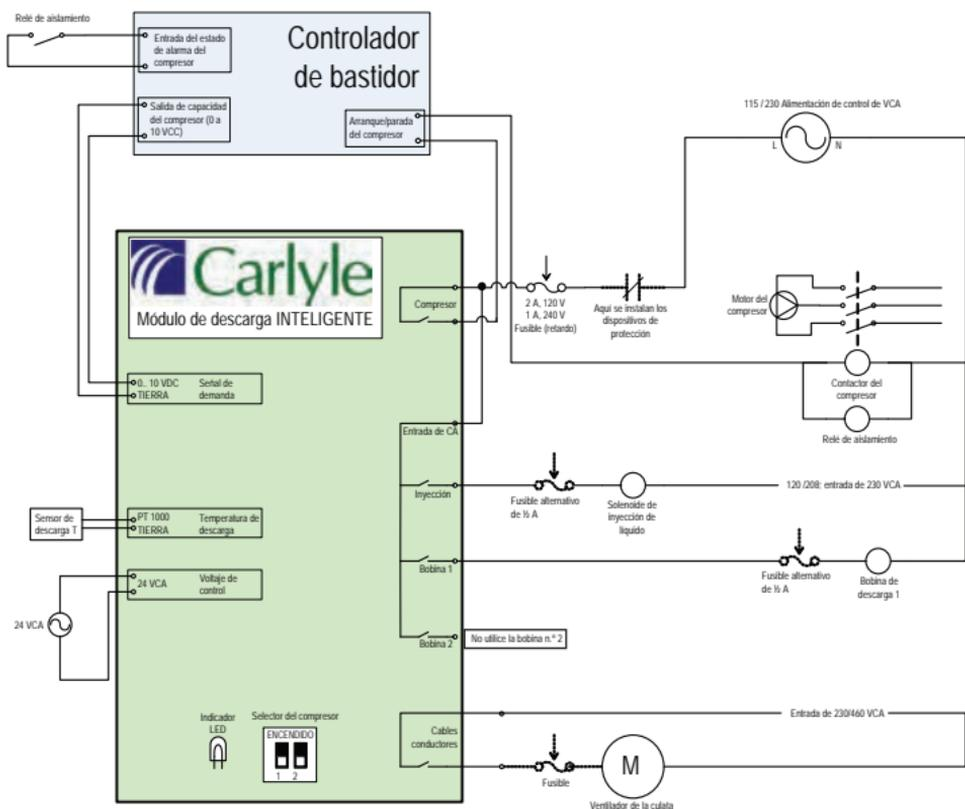

Fig. 37: Diagrama eléctrico, compresores con 1 cúlata de descarga o válvula PWM
- La bobina del solenoide de la válvula PWM se debe volver a conectar por cable a la posición de la bobina n.º 1 del control inteligente, como se muestra en el diagrama eléctrico, fig. 37.